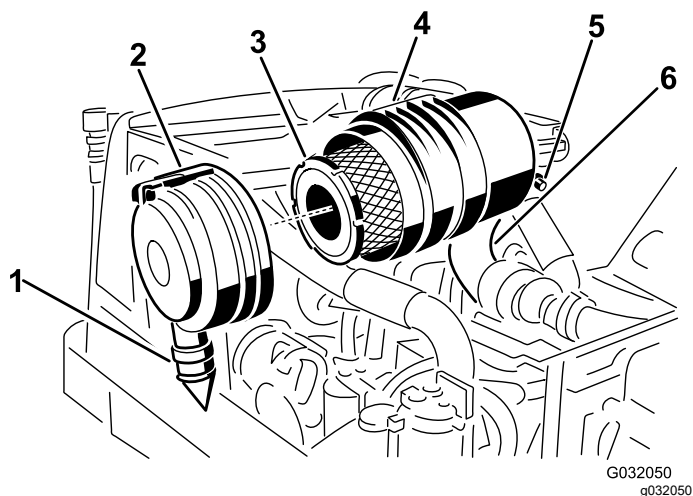

图 45
2. 拆下主滤芯 图 45。
3. 更换主滤清器 图 45。
7. 安装盖子时将橡胶排气阀位置朝下——即从末端看介于5点钟至7点钟位置之间并用门锁固定 图 45。